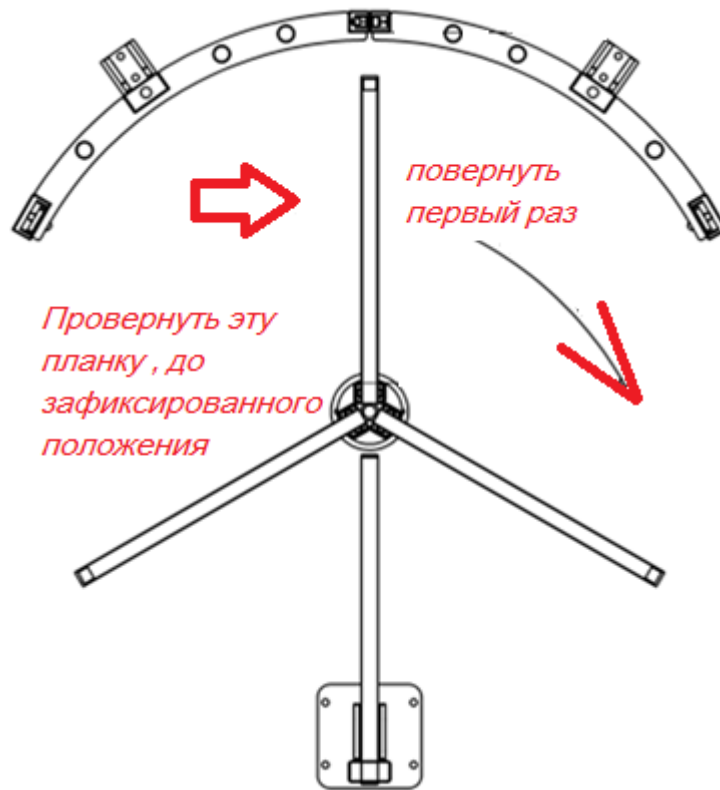

Рисунок 6 – Первый проворот ротора до следующего преграждающего положения
4) Рисунок 6 – после этого ротор турникета повернуть на 60 градусов (по часовой стрелке) за время, не более 5 секунд, до следующего преграждающего положения и зафиксировать его в этом положении, после чего соленоиды вторично сначала защелкнутся, а затем отщелкнутся.